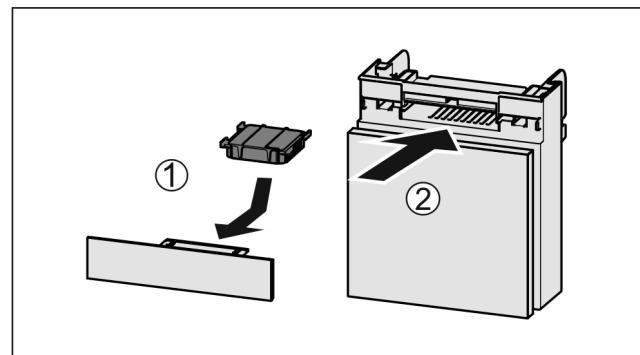

Fig. 135
- ▶ Aktivni ogleni filter vstavite Fig. 135 (1) skladno s prikazom na sliki.
- ▶ Predal potisnite noter Fig. 135 (2).